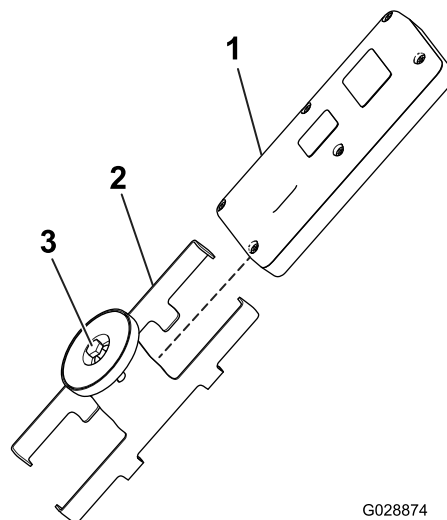

Figura 13
5. Montate il telecomando sulla relativa staffa magnetica, fate scorrere le due metà insieme per fissare il telecomando e serrate il bullone nel magnete (Figura 13).